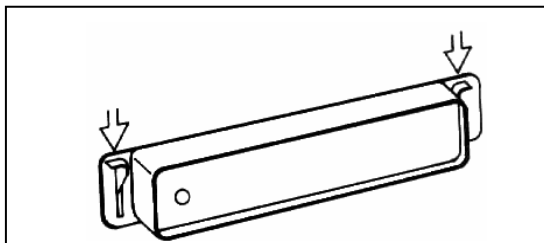

Bild 2: Entfernen des Moduls aus dem Gerät
- Den linken und rechten Zeigefinger unter den Modulkopf legen und mit dem Daumen die seitlich am Modul befindlichen Hebel gleichzeitig nach unten drücken (siehe Bild 2). Dabei rastet das Modul aus und wird etwa einen Zentimeter aus dem Gerät heraus geschoben. Nun kann das Modul leicht aus dem Schacht gezogen werden.